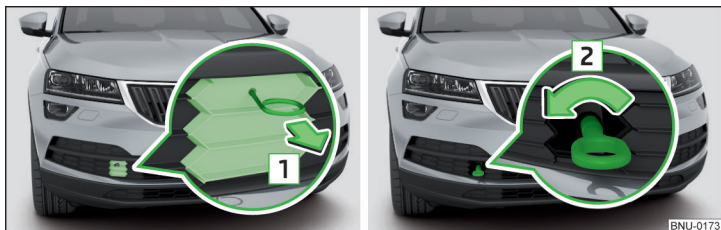

Fig. 324 Retirar la reja de protección / Instalar la argolla de remolque
- ▶ Para **retirar**, introducir el estribo para retirar el tapacubos en el rebaje en la reja de protección y retirar la reja de protección en el sentido de la flecha **1** » fig. 324.
- ▶ Para **instalar**, enroscar la argolla de remolque a mano en el sentido de la flecha **2** » fig. 324 hasta el tope » **!**.